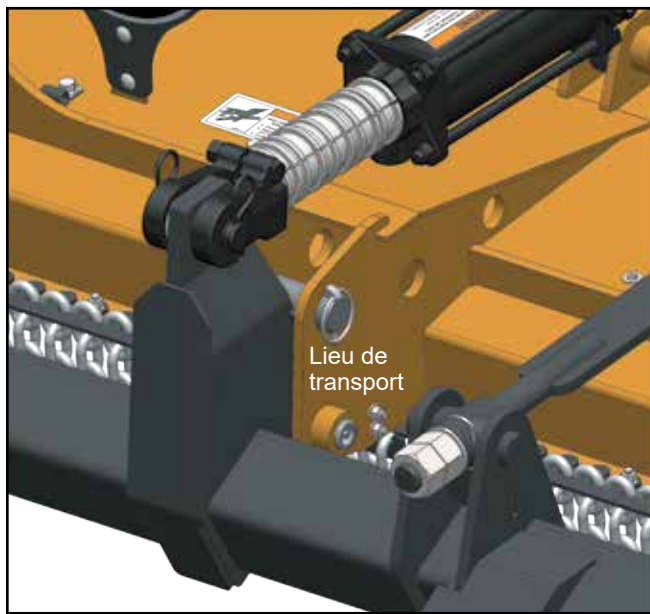

Figure 4. Broche Klik de transport dans les positions de largeur standard et étroite
2. Retirez la broche Klik et la goupille de verrouillage de la position de stockage (Figure 4).